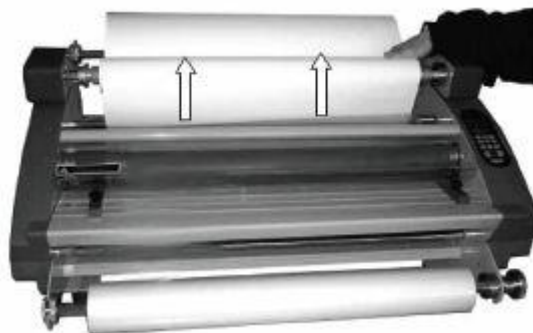

Рис.1
A. Установите рулон пленки для холодного ламинирования , отделите подложку и зафиксируйте её на ревайндере обращая внимание на направление намотки (Рис.1)